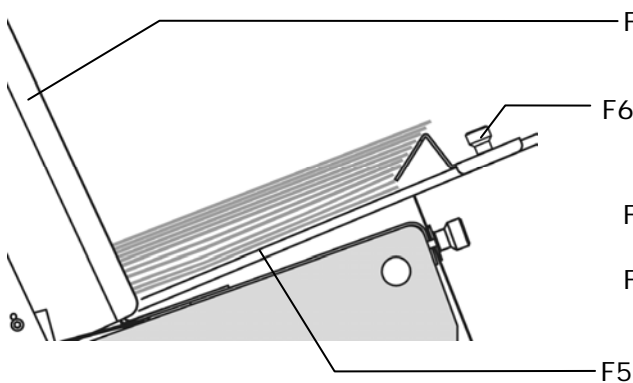

Abbildung 99: Justieren der Papierzuführungsrampe und der Führung (Seitenansicht)
Bringen Sie die Zuführungsrampe (F5) in eine niedrige und mittige Position. Legen Sie einen kleinen Papierstapel ein, wie in Abbildung 99 gezeigt.
- Justieren Sie die Führung (F6), wie in Abbildung 99 dargestellt. Die untersten zwei oder drei Exemplare des Materials sollten lose aus dem Stapel fallen, sodass sie mühelos von den Zuführungsrollen erfasst werden können.